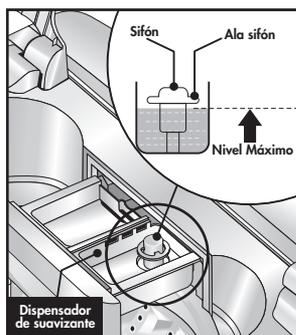

Figura 18
- No sobrepase la altura del ala del sifón, este es el nivel máximo de llenado. **(Ver figura 18)**. En caso que eso ocurra, el sifón podrá liberar el producto antes de tiempo y manchar las prendas. El nivel máximo de esos compartimentos para nivel alto de agua. Reduzca la cantidad de suavizante para otros niveles de agua.